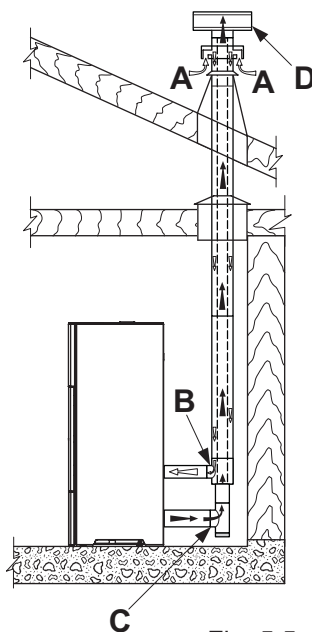

Fig. 5.5
- de canaliser l'air comburant en utilisant un tube d'évacuation coaxial pour l'expulsion des fumées et le prélèvement de l'air ; par conséquent, il n'est pas nécessaire de pratiquer une prise d'air classique dans la pièce (fig. 5.5 A, B=Entrée d'air C,D=Évacuation des fumées) ;
En cas d'installation d'un poêle à pellet appartenant à la gamme « Étanche », il est possible d'utiliser un tube coaxial spécifique permettant aussi bien l'expulsion des fumées que la canalisation de l'air comburant provenant de l'extérieur (fig. 5.5 A,B=entrée air C,D=sortie fumée).